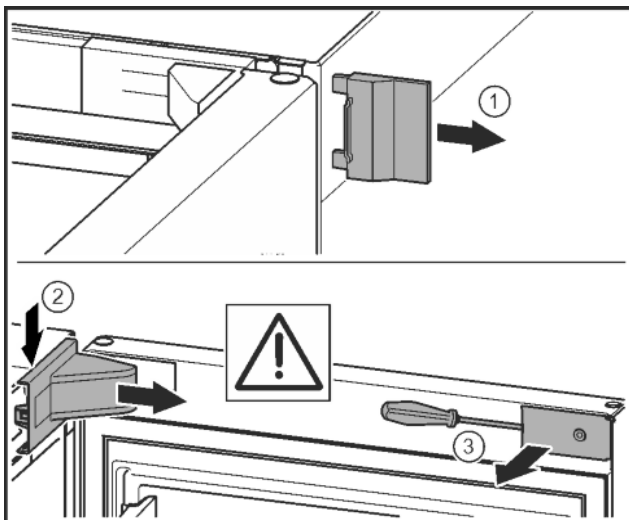

Fig. 11*
- ▶ Снять внешнюю крышку.* Fig. 11 (1)
- ▶ При помощи отвертки освободить крышку опорного кронштейна и отсоединить. Снять крышку опорного кронштейна.* Fig. 11 (2)
- ▶ Шлицевой отверткой вывести накладку из зацепления и отвести в сторону.* Fig. 11 (3)